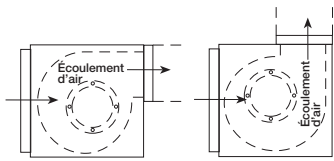

Figure 7 — Rotation de la soufflante
- Observer la gaine pour voir si la décharge de la soufflante doit être pivotée de l'horizontale à la vertical (Figure 7).